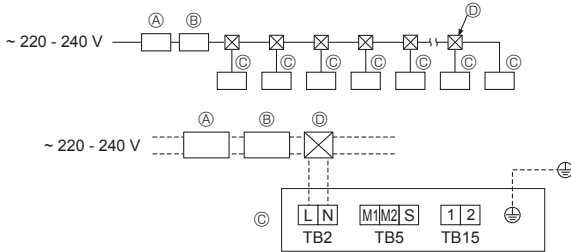

Fig. 5-4
5.2. Câblage de l'alimentation (Fig. 5-4)